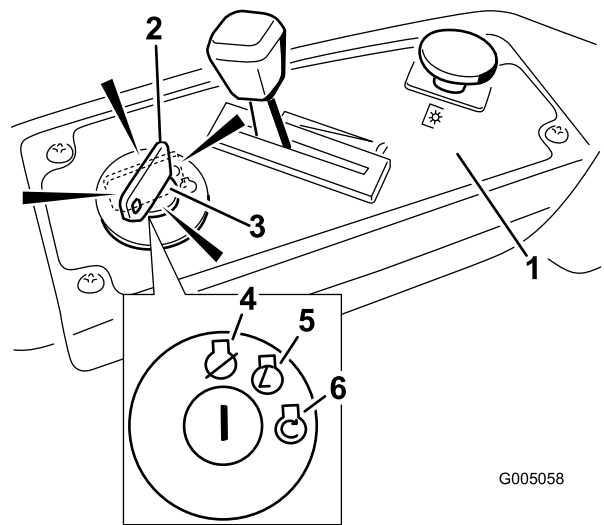

Bild 10
3. Stellen Sie den Gasbedienungshebel auf Choke (Bild 10), bevor Sie einen kalten Motor anlassen.
4. Drehen Sie den Zündschlüssel auf Start, um den Anlasser zu aktivieren. Lassen Sie den Schlüssel los, wenn der Motor anspringt (Bild 10).
5. Schieben Sie den Gasbedienungshebel, sobald der Motor angesprungen ist, auf Schnell (Bild 10). Stellen Sie, wenn der Motor aussetzt oder unregelmäßig läuft, den Gasbedienungshebel für ein paar Sekunden wieder zurück auf Choke. Schieben Sie dann den Gasbedienungshebel in die gewünschte Stellung. Wiederholen Sie diesen Vorgang nach Bedarf.
2. Stellen Sie den Gasbedienungshebel zwischen Halb- und Vollgas (Bild 10).